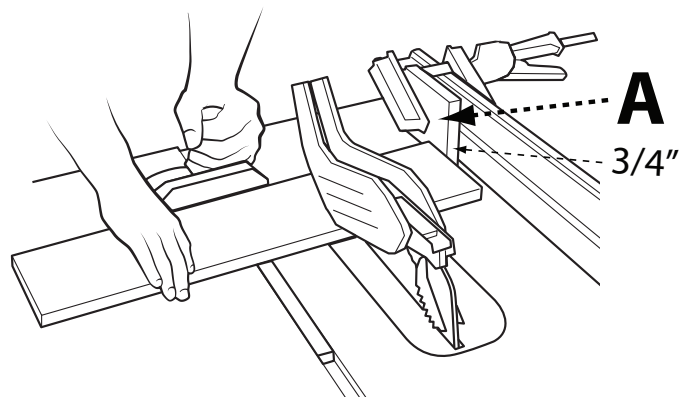

FIGURE 23
Lorsque vous coupez transversalement un certain nombre de pièces à la même longueur, vous pouvez serrer un bloc de bois (A) (voir Figure 23) au guide et l'utiliser comme une jauge de coupure. Le bloc (A) doit faire au moins $\frac{3}{4}$ pouce (19 mm) d'épaisseur pour empêcher le coincement de la pièce coupée entre la lame et le guide. Une fois que la longueur de coupe est déterminée, verrouillez le guide et utilisez le guide à onglets pour faire avancer la pièce dans la lame.